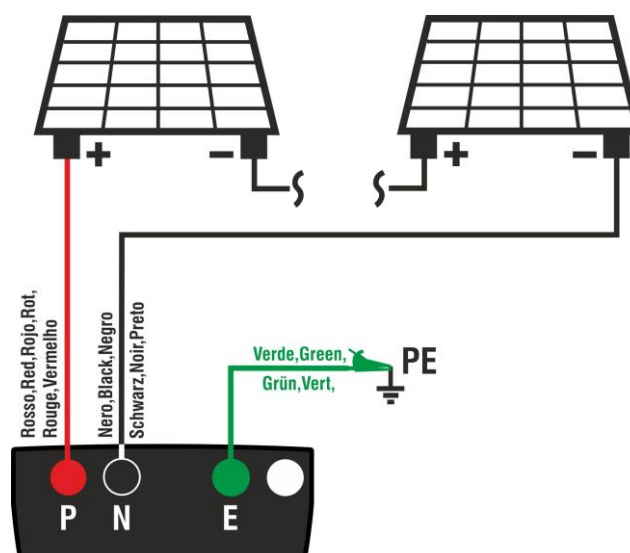

Fig. 4: Collegamento strumento nella funzione DMM
2. Collegare lo strumento alla stringa FV in prova come mostrato nella Fig. 4